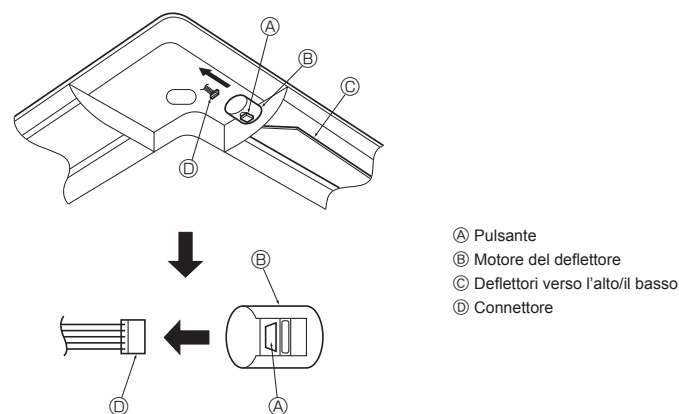

Fig. 8-9
8.4. Bloccaggio della direzione del flusso dell'aria verso l'alto/il basso (Fig. 8-9)